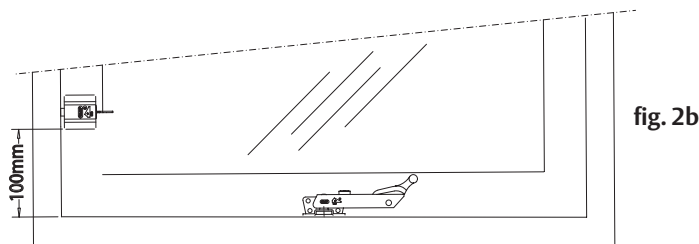

fig. 2b
- Bij een raam smaller dan 150 cm dient de combi-uitzetter in het midden van het raam gemonteerd te worden (zie fig. 2b).